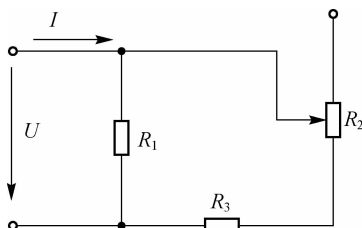

图 2-23 计算题 2 的电路图
2. 在图 2-23 所示电路中, 已知 $U=36\ \text{V}$, $R_1=100\ \Omega$, $R_3=10\ \Omega$, R_2 为 $0\sim 50\ \Omega$ 。试求: 当电位器 R_2 动触点滑到最上端和最下端时, 总电流 I 各是多少?